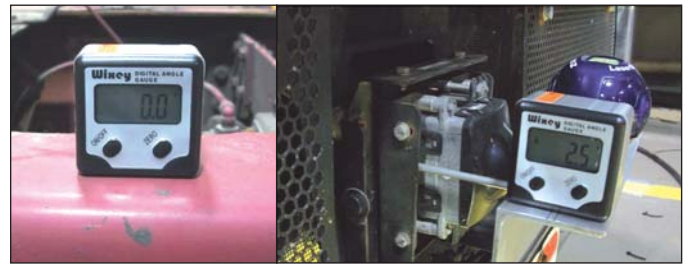

FIGURE 30 – INCLINOMÈTRE
6.07.1. Stationnez le véhicule sur une surface plane de niveau. (REMARQUE : Si vous n'êtes pas en mesure de stationner le véhicule sur sol de niveau, utilisez un inclinomètre pour aligner le capteur radar verticalement. D'abord, procédez au zéroage de l'inclinomètre sur le longeron de cadre du châssis. Ensuite, utilisez-le à la place du niveau à bulle durant le processus d'alignement vertical – cf. Figure 30.)
4. Assurez-vous que la bulle d'alignement vertical effleure la ligne la plus proche du véhicule, comme le montre la figure 29. Sinon, suivez les instructions données à la Section 6.08 : Procédure de réglage vertical pour rectifier l'alignement. Lorsque l'alignement vertical est fait avec un niveau à bulle, la position de la bulle doit absolument être conforme à l'illustration. En effet, le fonctionnement du système sera fortement compromis si la bulle traverse la ligne la plus proche ou est au-dessous de la position idéale. Si vous utilisez un inclinomètre, l'alignement du capteur doit être $-0,5^{\circ}$ vers le bas. Cf. Figure 30.